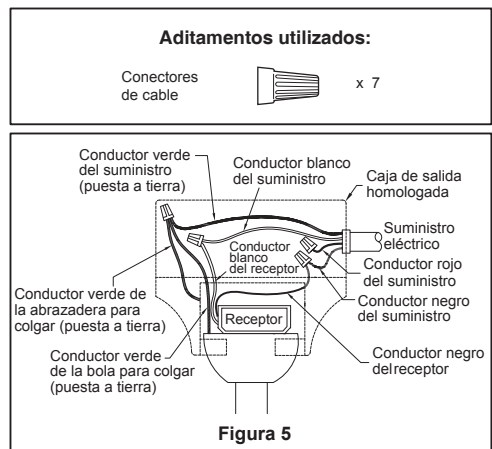

Figura 5
- ☐ 5. Pase los cables a través de la cubierta de unión del motor y coloque el cubierta de unión del motor en el varilla. Asiente la cubierta de unión del motor en el unidad del motor. (Figura 5)
4. Una vez realizadas las conexiones, los cables deben ser colocados de forma extendida poniendo el conductor de la toma de tierra y el conductor de toma de tierra del equipo a un lado de la caja, colocando el conductor sin toma de tierra en el otro lado de la caja. gire los conductores hacia arriba y, con cuidado, colóquelos dentro de la caja de salida; con los conductores blancos y verdes hacia un lado y los conductores negros hacia el otro. (Figura 5)
- 5. Funciones del control remoto: (Figura 5)**